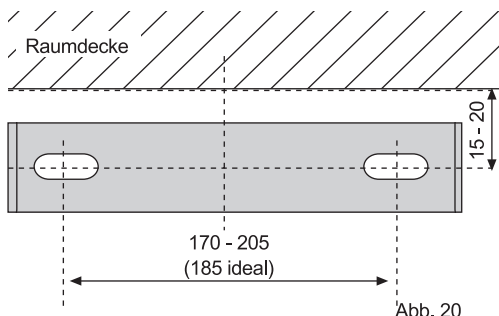
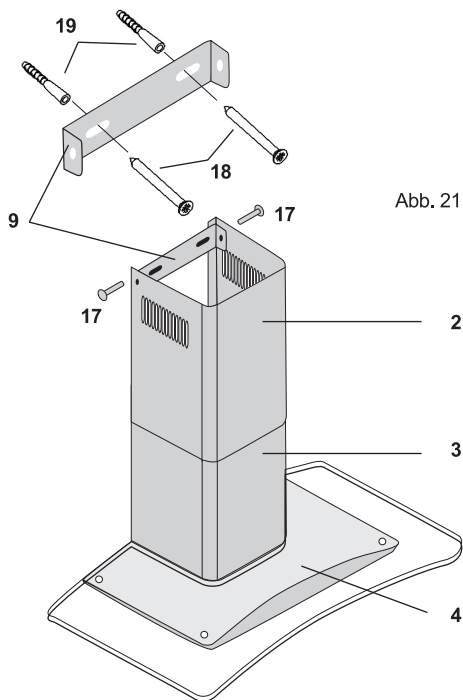

Abb. 20
Abb. 21
Bei Umluftbetrieb: den Teleskopschacht (2) so einsetzen, dass die Luftaustrittsschlitze oben sind. (Abb. 21).
Befestigen Sie das Montageblech (9) (Abb. 21) mit zwei Schrauben 3,5x25 mm (18) und zwei Dübeln 6 mm (19) an der Wand. Wählen Sie den Abstand des Montagebleches (9) entsprechend nebenstehender Skizze (Abb. 20)